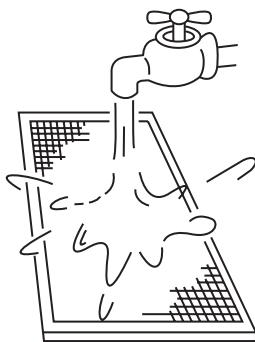

Рисунок 9-4
- Во время чистки водой приточная сторона фильтра должна быть направлена вниз. (См. Рисунок 9-4).